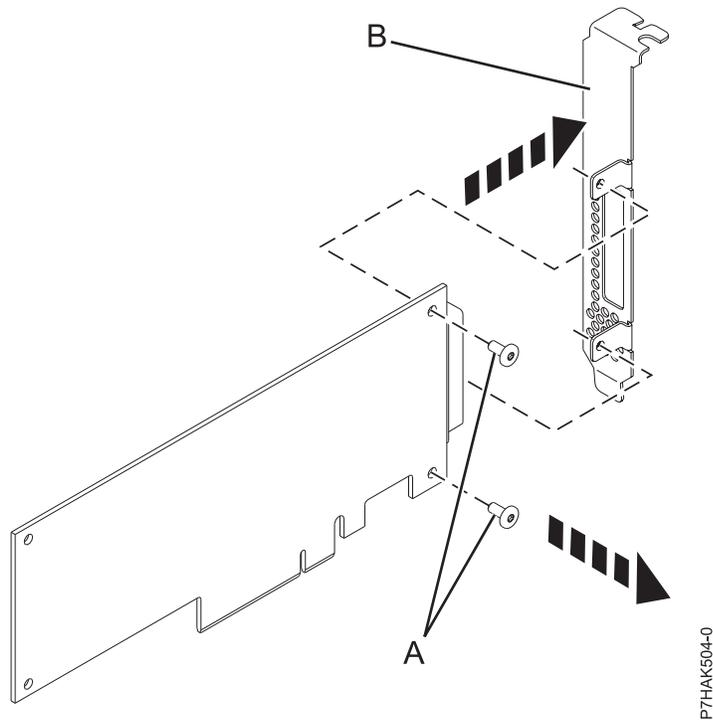

図 51. 新しい PCIe アダプターからのハイプロファイル・テール・ストックの取り外し
8. 56 ページの図 51 に示すように、プラスのねじ回しを使用して、ハイプロファイル・テール・ストック (B) を新しい PCIe アダプターに取り付けている 2 個の留めねじ (A) を外します。